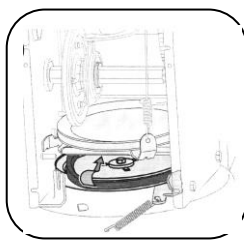

Рис. 18
- Шнек закреплен на спиральный вал двумя режущими и двумя клиновидными штифтами. Если шнек врезается в посторонний предмет или ледяную глыбу, снегоуборочная машина разработана так, что штифты могут срезаться. См. рис. 18
3. Вытащите ремень с ролика, между фрикционным колесом и диском фрикционного колеса. См. Рис. 18